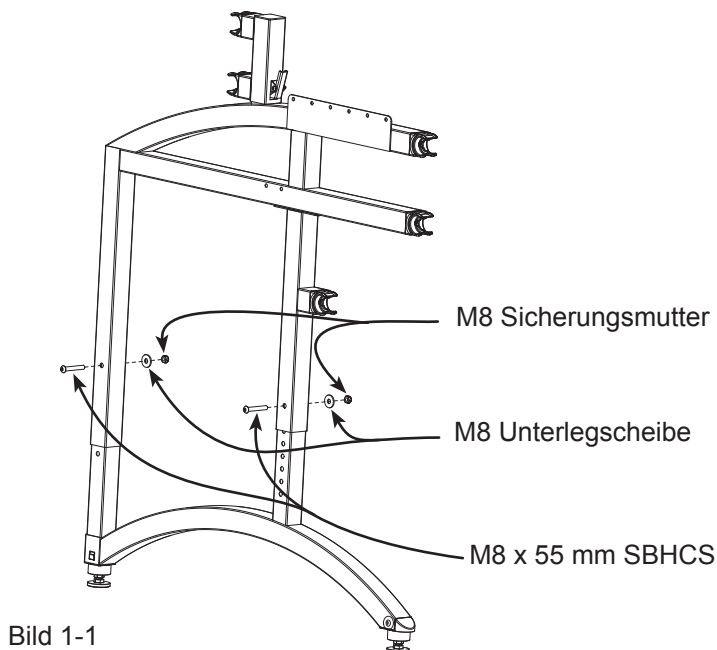

Bild 1-1
**1-2 :** Entfernen Sie die Schrauben von dem RAHMENENDEN in Bild 1-1 mit dem Inbusschlüssel (4mm) und den Schraubenschlüsseln (13mm und 10mm). Passen Sie nun die Fußstangen der RAHMENENDEN Ihrer gewünschten Höhe an, welche Sie zuvor mit Hilfe der „Tabelle der Stoffhöhe“ bestimmt haben. Ziehen Sie die Schrauben wieder fest und achten Sie bitte darauf, die SICHERUNGSMUTTERN nicht zu überdrehen, da sich die Fußstangen deformieren könnten.